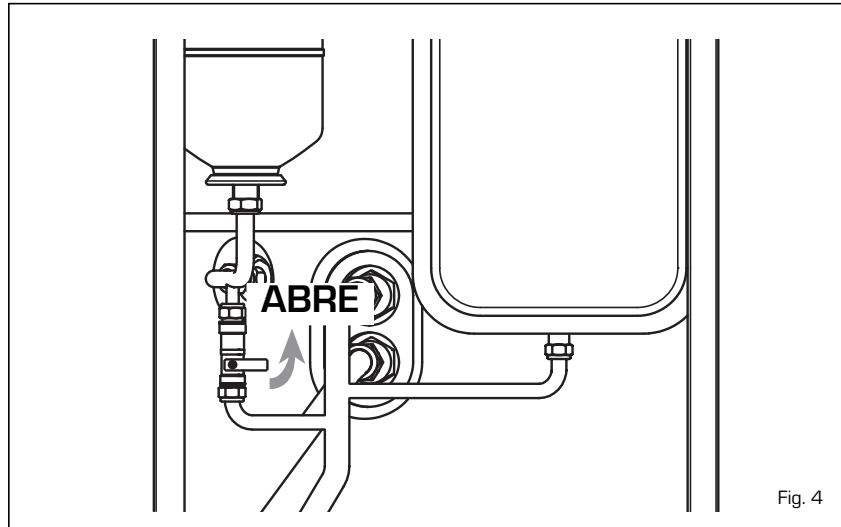

Fig. 4
2.2.1 Rellenado de la instalación (fig. 4)